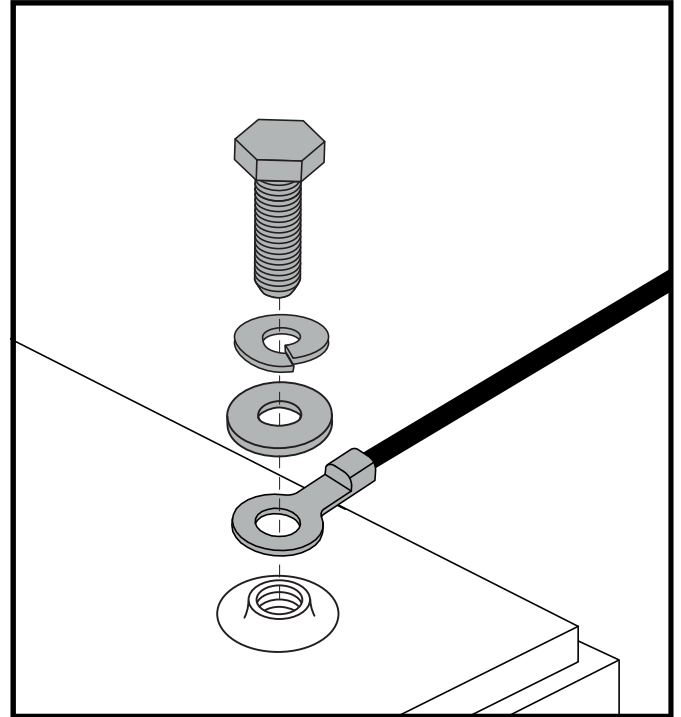

Figura 11. Bulloneria terminale batteria
4. Scollegare i cavi delle batterie dai terminali portando indietro gli involucri dei terminali e svitando il dado dal bullone. **Vedere figura 11.**
**NOTA:** *Alcuni scooter sono dotati di distanziatori installati per fissare le batterie. Potrebbe essere necessario rimuovere i distanziatori per conservarli in un luogo sicuro fino alla sostituzione delle batterie nello scooter. Vedere la figura 11.*